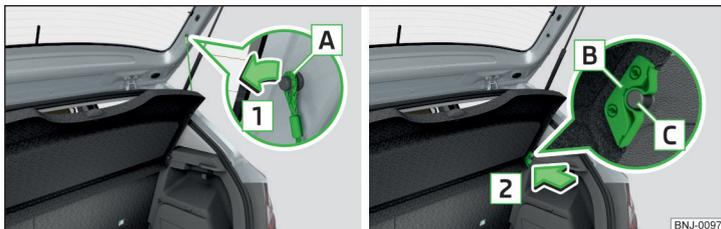

Abb. 95 Gepäckraumabdeckung herausnehmen
Sind die Haltebänder **A** » Abb. 95 an der Gepäckraumklappe eingehängt, dann wird beim Öffnen der Klappe die Gepäckraumabdeckung (nachstehend nur Abdeckung) mit angehoben.
- Auf den beiden Seiten der Gepäckraumklappe die Haltebänder **A** in Pfeilrichtung **1** aushängen » Abb. 95.
- Die Aufnahmen **B** an der Abdeckung über die Bolzen **C** stellen » Abb. 95.
Im vorderen Bereich müssen die Aufnahmen **B** » Abb. 95 auf Seite 82 an der Abdeckung vollständig in den Bolzen an der Seitenverkleidung einrasten. Im hinteren Bereich muss die Abdeckung auf beiden Seiten unter der Verastung gesichert sein.